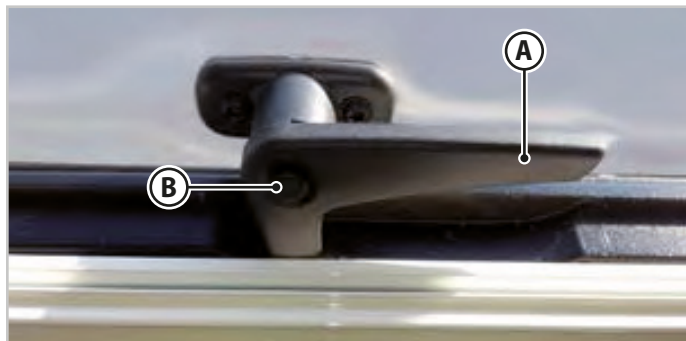

Fig.6.2 - Leva di bloccaggio finestra
1. Premere il pulsante di sicurezza (**B** - Fig.6.2) presente sulle leve di bloccaggio (**A** - Fig.6.2).
2. Sganciare tutte le leve di bloccaggio (**A** - Fig.6.2) portandole in posizione verticale.
3. Agganciare tutte le leve di bloccaggio (**A** - Fig.6.2) portandole in posizione di chiusura.
4. Verificare che il pulsante di sicurezza (**B** - Fig.6.2) sia fuoriuscito.